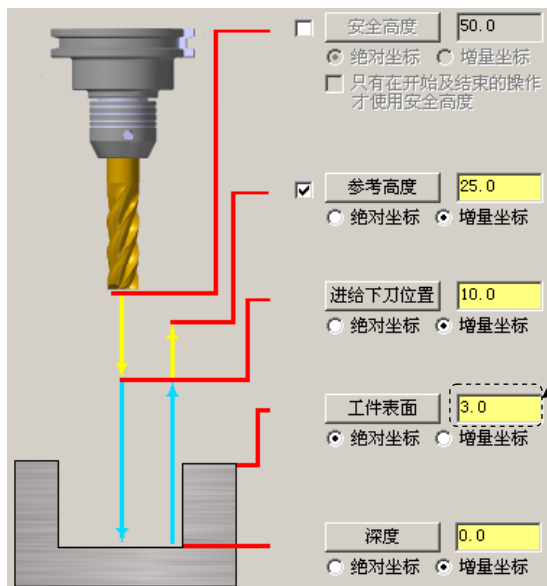

图 11.10 “公共参数”参数设置界面
Step9. 设置共同参数。在“2D 刀具路径 - 平面铣削”对话框中的左侧节点列表中，单击 **共同参数** 节点，设置图 11.10 所示的参数。